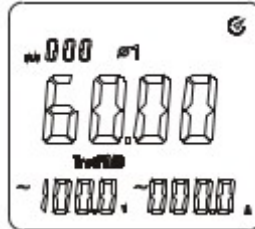

Figura 12-1
4) Como muestra la figura 12-1, presione la tecla “SELECT” para elegir la primera fase ($\phi 1$) de un sistema trifásico de 4 cables. También puede mostrar la potencia aparente, tensión y corriente de la fase 1 ($\phi 1$).